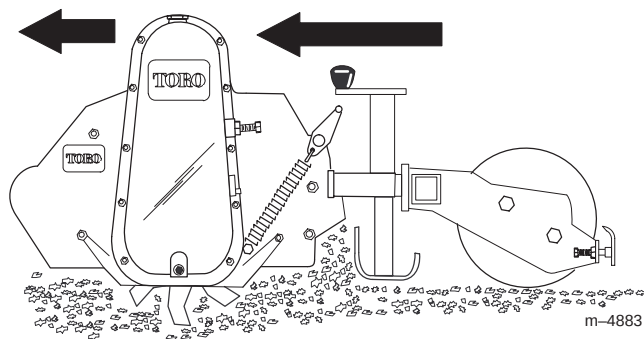

Figure 7
1. Abaissez le cultivateur au sol ; le carter de chaîne doit être perpendiculaire au sol (Fig. 7).